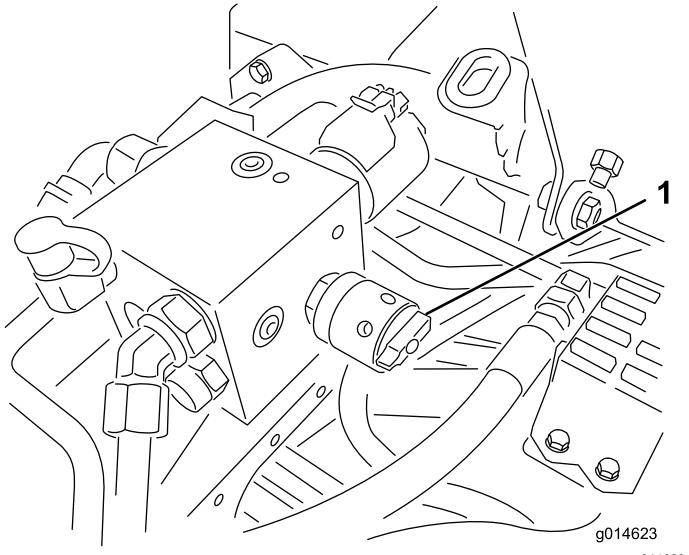

图35
4. 要设置滚刀的速度请旋转旋钮图35直至指示器箭头与表示所需设置的数字对齐为止。